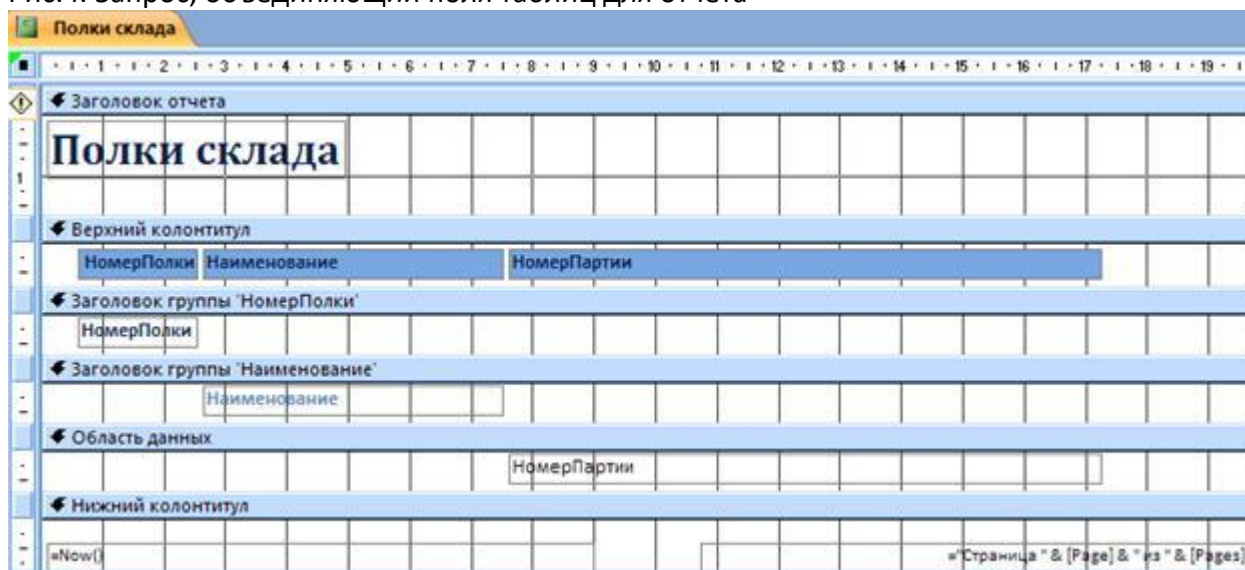

Рис.5. Макет отчета СКЛАД
3. Создадим иерархию групп для отчета. Пусть верхний уровень группировки будет выполнен по полю НОМЕР_ПОЛКИ, второй уровень группировки будет по полю НАИМЕНОВАНИЕ_ТОВАРА (рис. 5).
4. В бланке отчета должны появиться дополнительные разделы для заголовков групп (рис. 5).